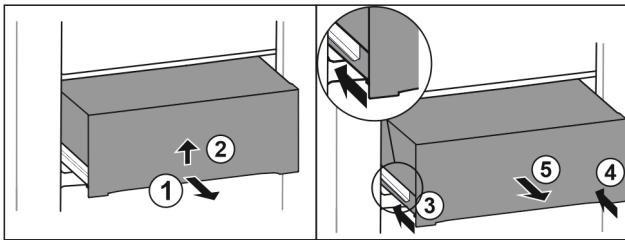

Fig. 34
- ▶ Вытяните выдвижной ящик наполовину. Fig. 34 (1)
- ▶ Поднимите выдвижной ящик за нижнюю часть. Fig. 34 (2)
- ▶ Вставьте левую направляющую. Fig. 34 (3)
- ▶ Вставьте правую направляющую. Fig. 34 (4)
- ▶ Извлеките выдвижной ящик движением вперед. Fig. 34 (5)